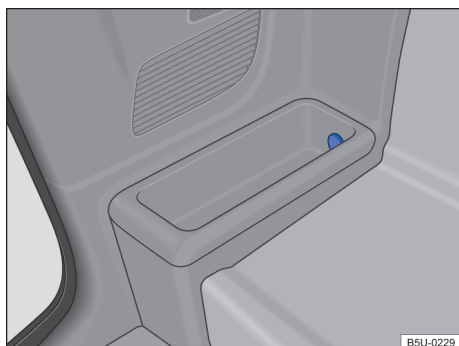

Fig. 120 Na lateral do compartimento interno de bagagem: tomada 12 V.
- No porta-objetos no lado direito do compartimento interno de bagagem → Fig. 120 (dependendo da versão do veículo pode não estar disponível).